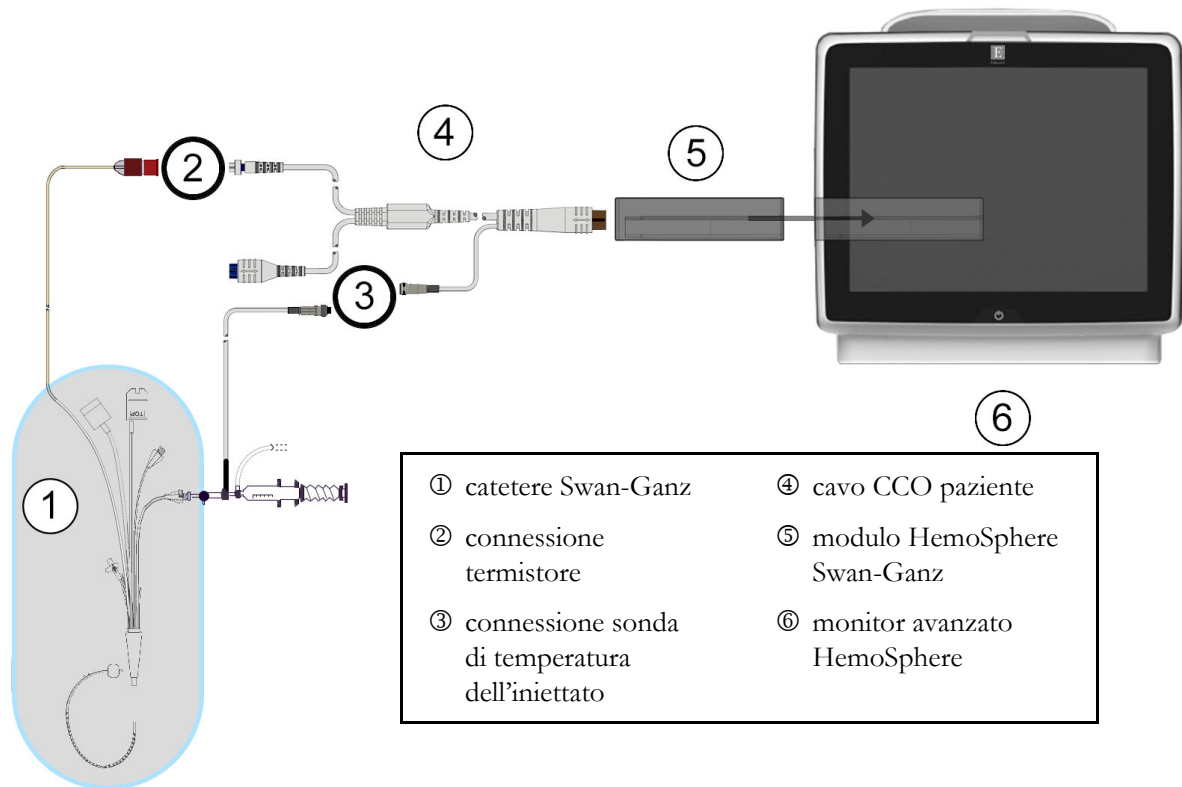

Figura 9-5 Panoramica della connessione iCO
- 2 Collegare l'estremità del catetere del cavo CCO del paziente al connettore del termistore sul catetere iCO Swan-Ganz, come mostrato da ② nella figura 9-5.
Una sonda di temperatura dell'iniettato rileva la temperatura dell'iniettato. La sonda selezionata è collegata al cavo CCO del paziente (figura 9-5). Può essere usata una qualsiasi di due sonde:
Collegare la sonda di temperatura dell'iniettato (in linea o a immersione) al connettore della sonda di temperatura dell'iniettato sul cavo CCO del paziente, illustrato da ③ nella figura 9-5.